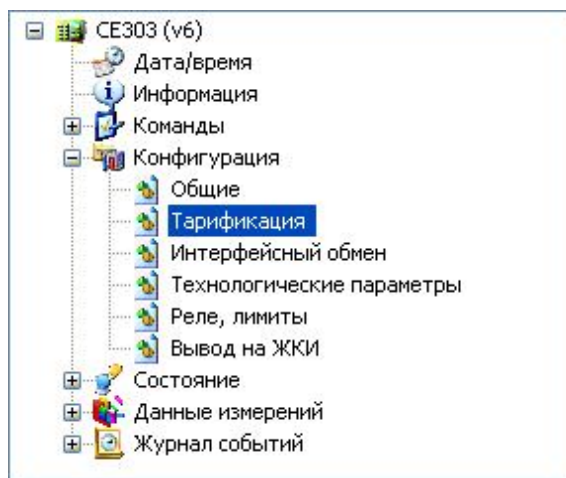

Рисунок 5.10– Проводник разделов, с выбранным пунктом «Конфигурация» > «Тарификация»
5.6.3.5 Для настройки тарифных расписаний перейдите в раздел «Конфигурация» > «Тарификация» (рисунок 5.10).